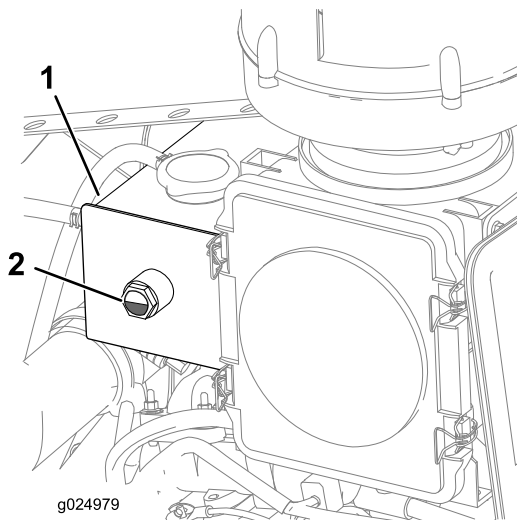

Bild 25
4. Prüfen Sie den Kühlmittelstand im Behälter (Bild 25).
Hinweis: Stellen Sie sicher, dass der Kühlmittelstand 1/4 bis 3/4 am Schauglas liegt (Bild 25).